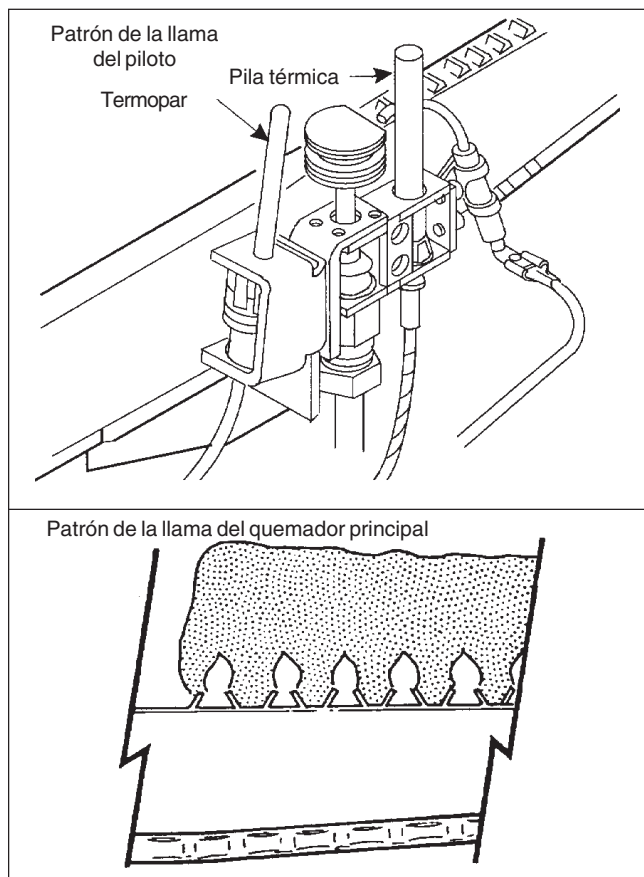

Figura 22. Patrones de la llama del piloto y del quemador principal.
5. Realice inspecciones oculares frecuentes al quemador principal y a los patrones de llama del piloto (ver Figura 22).